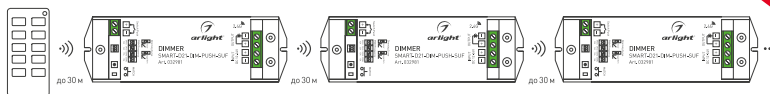

Рисунок 2. Ретрансляция сигнала от пульта ДУ (до 30 м на открытом пространстве)
- 3.10. Все диммеры автоматически ретранслируют сигнал от пульта ДУ или панели управления (рисунок 2). Расстояние между диммерами на открытом пространстве может достигать 30 м.